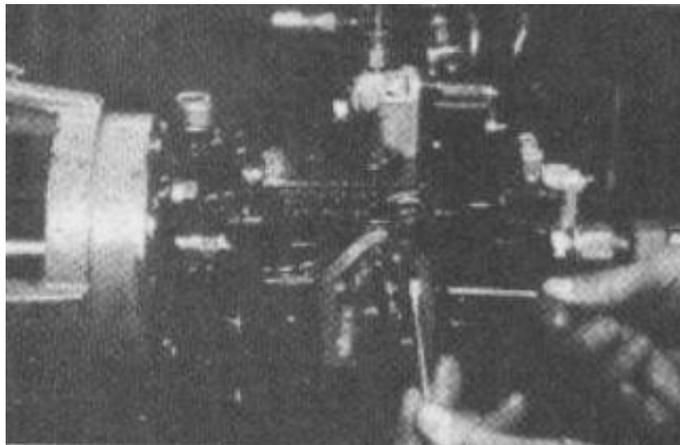

FIGURA 2.26 AJUSTE DEL TOPE TRASERO DEL ESTRANGULADOR
20. Si la fuga del estrangulador no corresponde con la cantidad especificada, ajustar el tornillo tope localizado atrás del estrangulador de las bombas AFC, hacia adentro o hacia fuera, hasta obtener el flujo correcto (figura 2.26). Las bombas estándar PTG sin AFC, tienen un ajuste diferente del tornillo tope; el viaje del estrangulador hacia atrás se ajusta mediante el tornillo tope delantero y el viaje del estrangulador hacia el frente se ajusta por medio del tornillo tope trasero.